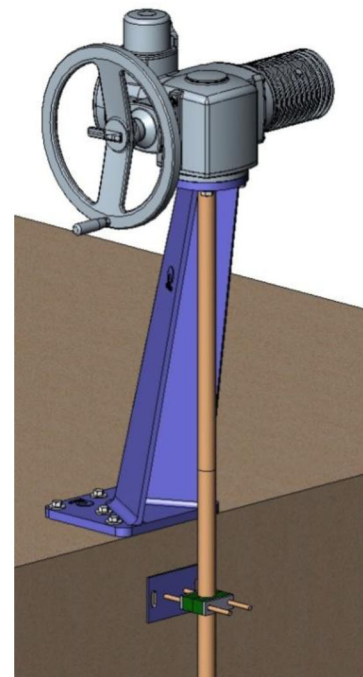

Рис. 14
- Возможна установка наклонной колонны (Рис. 14).